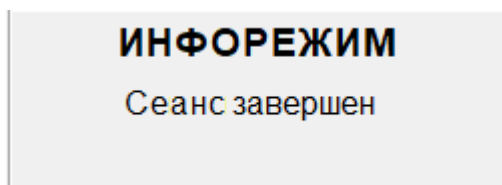

Рисунок 1.1.1
1.1.1 После включения системного блока загрузка пользовательского интерфейса АРМ ДСП происходит в автоматическом режиме. По завершению процесса загрузки АРМ ДСП находится в инфорежиме, в поле индикации сеанса на панели управления отображаются надписи: «ИНФОРЕЖИМ» и «Сеанс завершен» (рисунок 1.1.1).